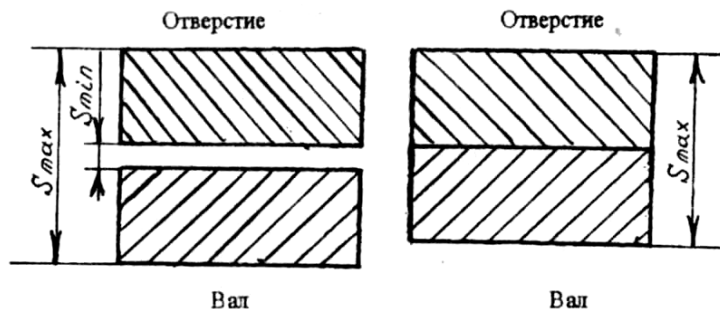

Рис. 1. Схема полей допусков для посадки с зазором.
1. **Посадка с зазором** - посадка, при которой всегда образуется зазор в соединении, т.е. наименьший предельный размер отверстия больше наибольшего предельного размера вала или равен ему. При графическом изображении поле допуска отверстия расположено над полем допуска вала (рис. 1).